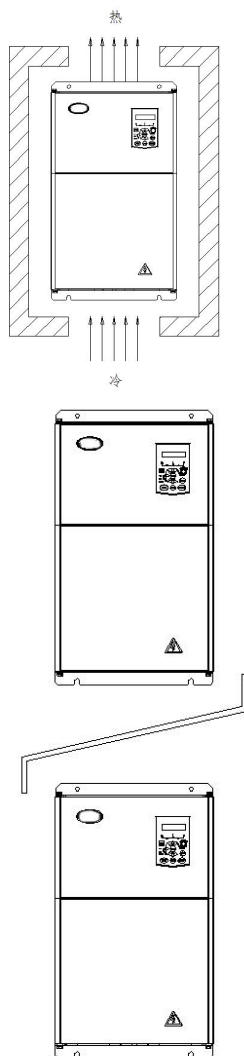

图3-1 隔热导流板安装示意上下安装图
1) 请垂直安装变频器，便于热量向上散发。但不能倒置。若柜内有较多变频器时，最好是并排安装。在需要上下安装の場合，请参考图3-1的示意，安装隔热导流板。
2) 安装空间遵照图3-1所示，保证变频器的散热空间。但布置时请考虑柜内其它器件的散热情况。